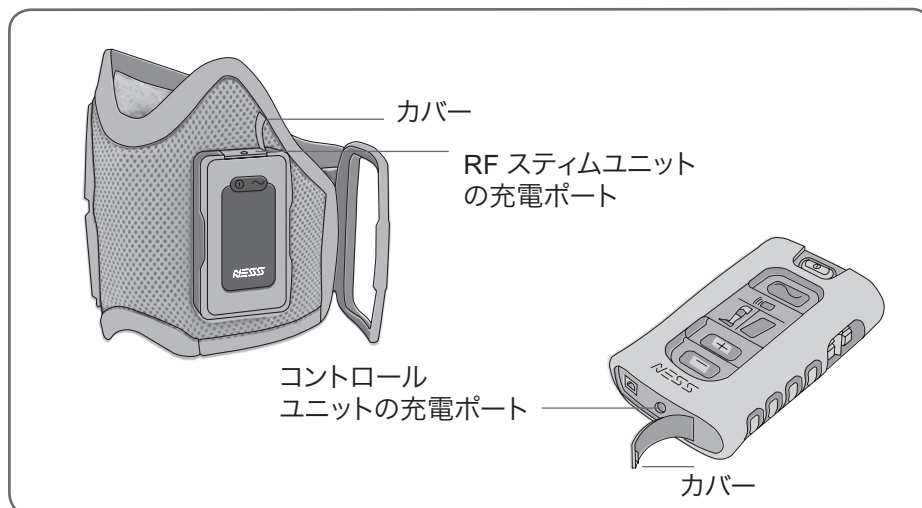

図 13 :RF スティムユニットとコントロールユニットの充電ポート
1. 充電ポートのカバーを開けます(コントロールユニットの底面、RF スティムユニットの上部)(図 13 を参照)。